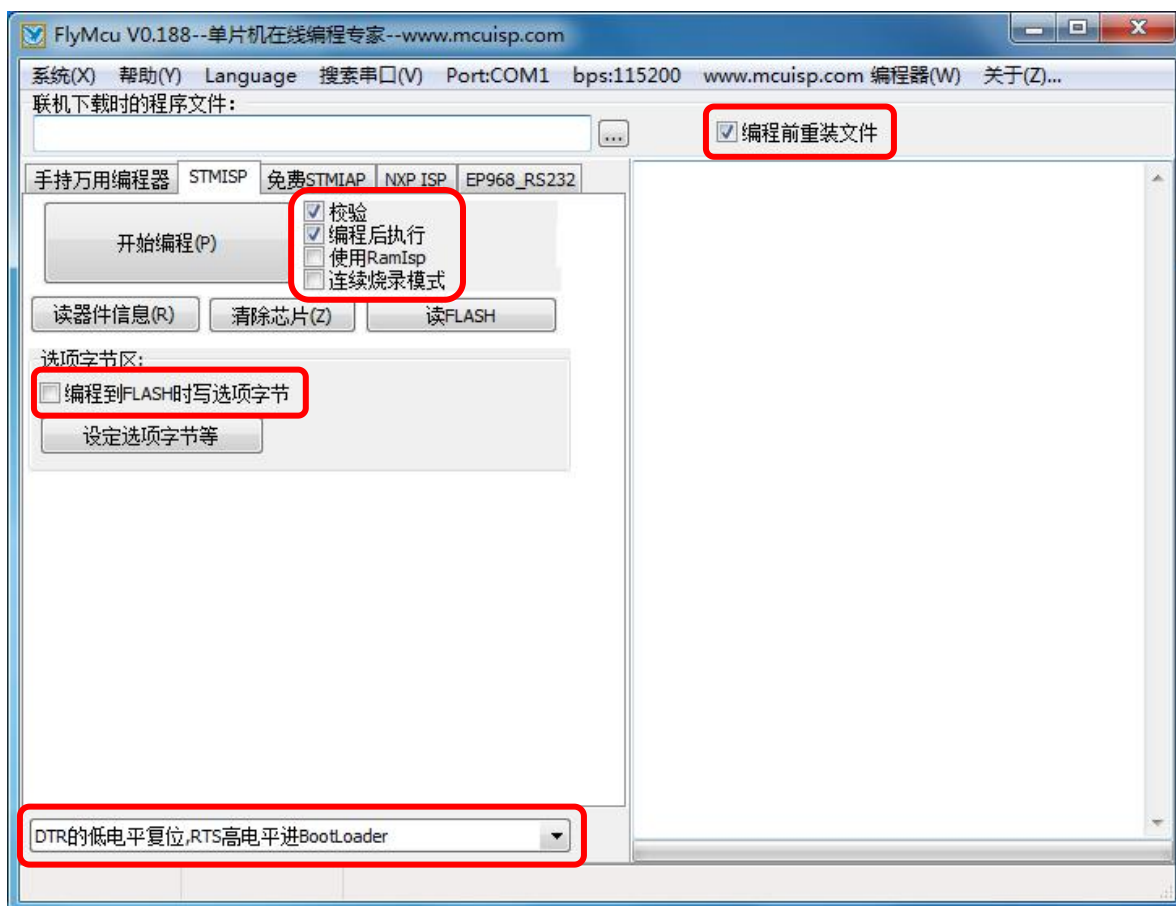

图 15 FlyMcu 配置
4) 打开 FlyMcu 烧录软件，如图 15 所示对其进行配置。